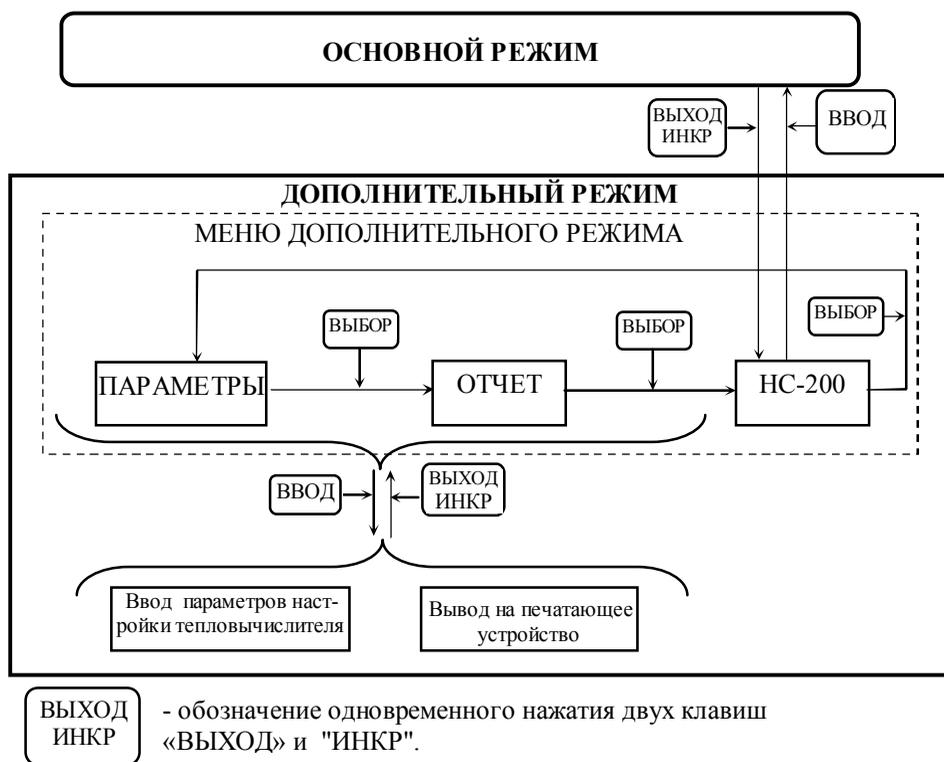
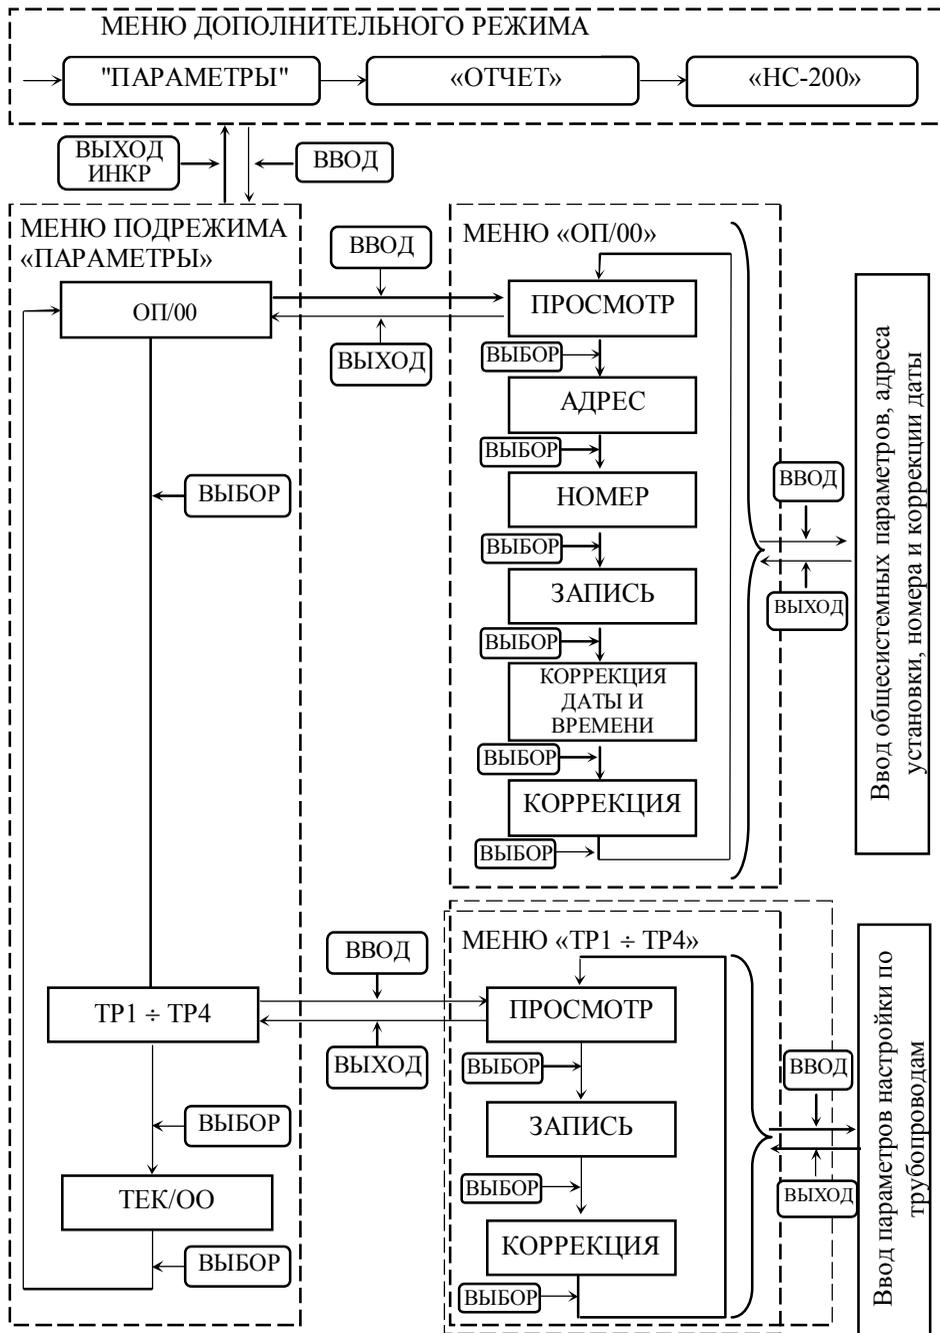

Рис.2.4. Алгоритм дополнительного режима работы тепловычислителя
Рис.2.5. Алгоритм подрежима «ВВОД ПАРАМЕТРОВ НАСТРОЙКИ ТЕПЛОЧИСЛИТЕЛЯ»
Включите питание тепловычислителя. Через 5÷7с тепловычислитель войдет в «ОСНОВНОЙ РЕЖИМ» работы (см. п.2.2.3.1.). Нажмите одновременно клавиши «КАНАЛ» и «-ИНТ». При этом тепловычислитель перейдет в «ДОПОЛНИТЕЛЬНЫЙ РЕЖИМ» работы. Алгоритм дополнительного режима работы тепловычислителя приведен на рис.2.4. Нажимая клавишу «ВЫБОР» ("ПЕРИОД"), выберите раздел меню «ПАРАМЕТРЫ». Нажмите клавишу "ВВОД" ("ПАРАМ"). Тепловычислитель перейдет в подрежим «ВВОД ПАРАМЕТРОВ НАСТРОЙКИ ТЕПЛОВЫЧИСЛИТЕЛЯ» (см. рис. 2.5).
- В подрежиме "Ввод параметров настройки тепловычислителя" см. рис.2.5.
- В подрежиме "Ввод параметров настройки тепловычислителя" см. рис.2.5. Нажимая клавишу "ВЫБОР" ("ПЕРИОД"), выберите раздел «ОП/00» в меню подрежима «ПАРАМЕТРЫ».
- В подрежиме "Ввод параметров настройки тепловычислителя" см. рис.2.5. Нажимая клавишу "ВЫБОР" ("ПЕРИОД"), выберите раздел «АДРЕС» в меню «ОП/00».
- В подрежиме "Ввод параметров настройки тепловычислителя" см. рис.2.5. Нажимая клавишу "ВЫБОР" ("ПЕРИОД"), выберите раздел "КорЧас" в меню «ОП/00».
– В подрежиме "Ввод параметров настройки теплового вычислителя" см. рис.2.5. Нажимая клавишу "ВЫБОР" ("ПЕРИОД"), выберите раздел «ЗАПИСЬ» в меню «ОП/00».
– В подрежиме "Ввод параметров настройки теплового вычислителя" см. рис.2.5. Нажимая клавишу "ВЫБОР" ("ПЕРИОД") выберите один из разделов ТР1÷ТР4 в меню подрежима «ПАРАМЕТРЫ».